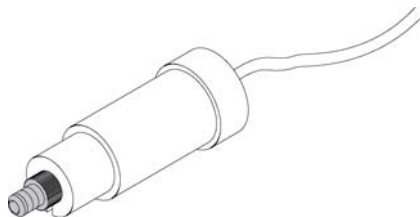

Figure 8 Outil de montage
- 5 Connectez les tuyaux de solvant des ensembles bouchon de dégazage et de pompage aux raccords d'entrée A à D du dégazeur à vide (le raccord d'entrée de chaque voie est normalement celui de gauche). Fixez la vis de tuyau à l'aide de l'outil de montage Figure 8, page 28 illustré sur la. Fixez les tuyaux dans les pinces prévues à cet effet sur le dégazeur à vide.